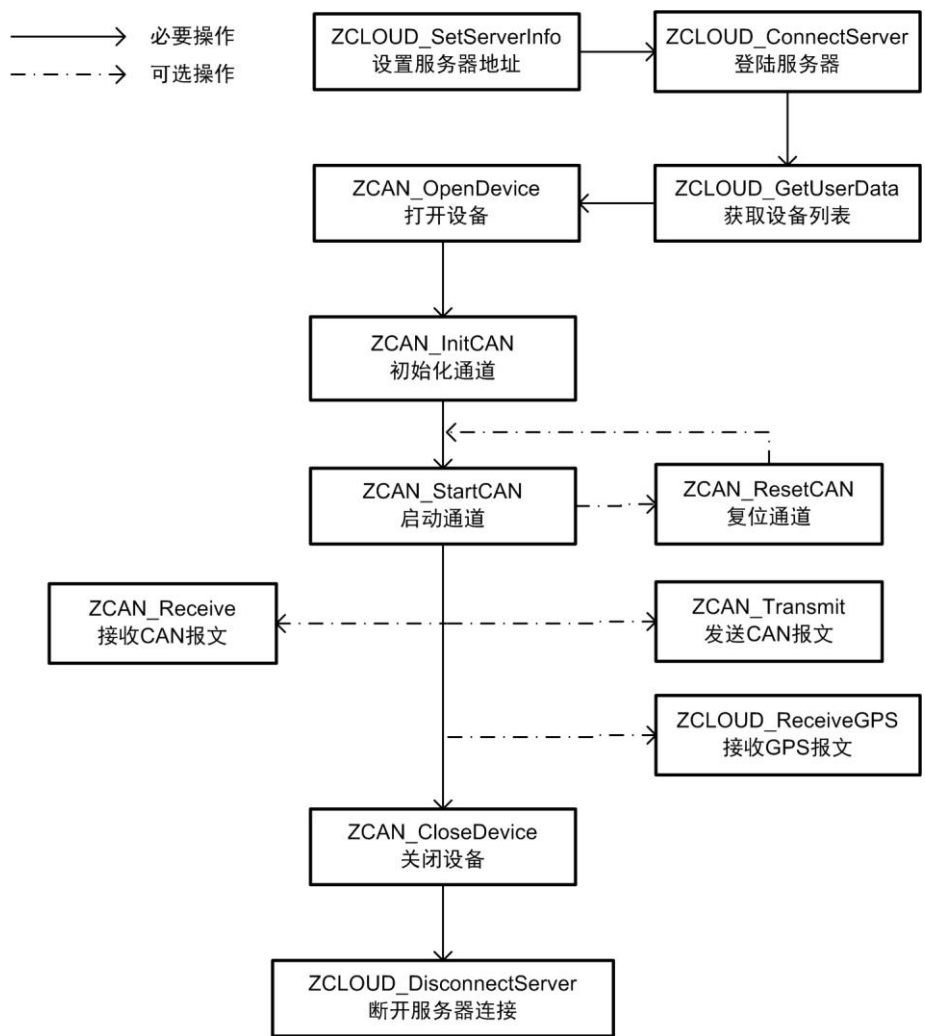

图 2.2 云设备流程图
本系列的开发流程图如图 2.2 所示，适用的设备有：ZCAN_CLOUD (46)。